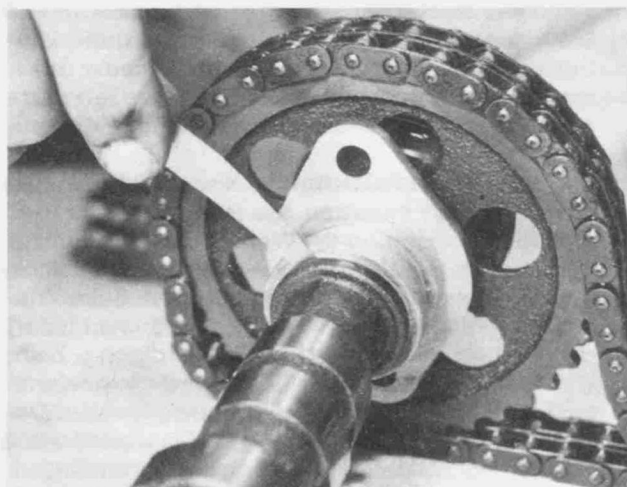

Bild 54
- Das Axialspiel des Nockenwellenflanschlagers mit einer Fühlerblattlehre kontrollieren (Bild 54). Wenn es von den vorgeschriebenen Abmessungen abweicht, muss das Kettenrad neu eingebaut werden. Das Nockenwellenflanschlager wird nach Abziehen des Kettenradsatzes ausgebaut. Hierzu ist ein besonderer Adapter auf der Nockenwellenstirnfläche erforderlich, da die Fliehkraftzündversteller-Welle ziemlich dünn ist.